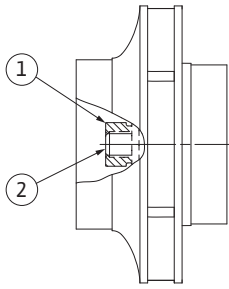

Fig.53: Juoksupyörän mutterin oikea asento asennuksen jälkeen
29. Pidä akselista kiinni (katso käsittelyvaihe 24) ja kiristä juoksupyörän mutteri esimääritetyllä kiristysmomentilla (katso luettelo "Taulukko 11: Ruuvien kiristysmomentit" sivulla 111). Mutterin (Fig. 53, kohta 1) täytyy olla noin $\pm 0,5$ mm samassa tasossa akselin pään (Fig. 53, kohta 2) kanssa. Jos näin ei ole, irrota mutteri ja toista käsittelyvaiheet 25 – 29.